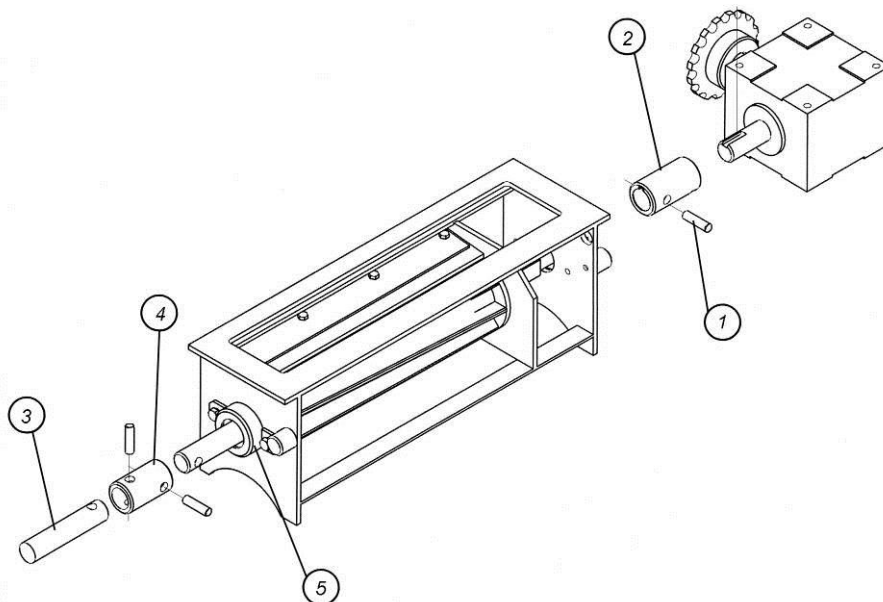

Рис. 6.2.4. Снятие заднего дозатора
1. Вынуть штифт 1 и разобрать муфту 2, соединяющую редуктор с валом (рис. 6.2.4).